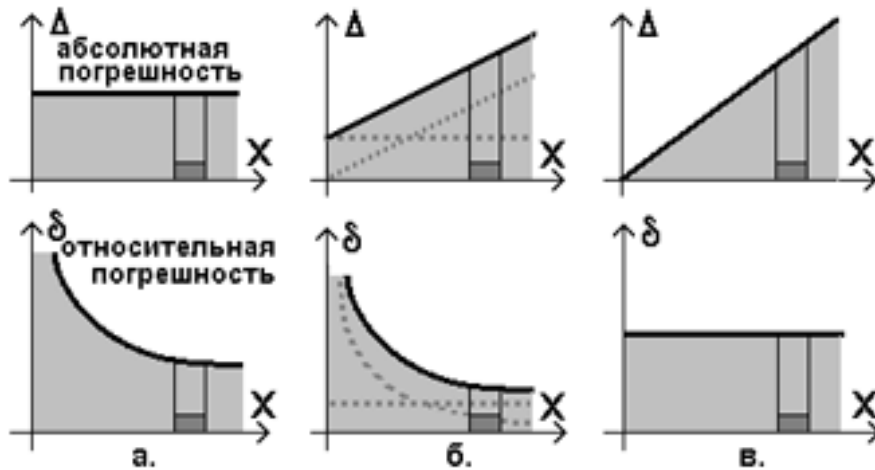

Рисунок 1 – Зависимость абсолютных и относительных погрешностей от значения измеряемой величины X:
- по формуле (3), если границы абсолютных погрешностей можно полагать практически неизменными;
- по формуле (5), границы относительных погрешностей можно полагать практически неизменными;
- по формулам (2) или (6), если границы абсолютных погрешностей можно полагать изменяющимися практически линейно;
- по формуле (3), если границы приведенных погрешностей остаются практически постоянными;
- в виде функции, графика или таблицы – если границы погрешностей необходимо принять изменяющимися нелинейно (см. рисунок 1).